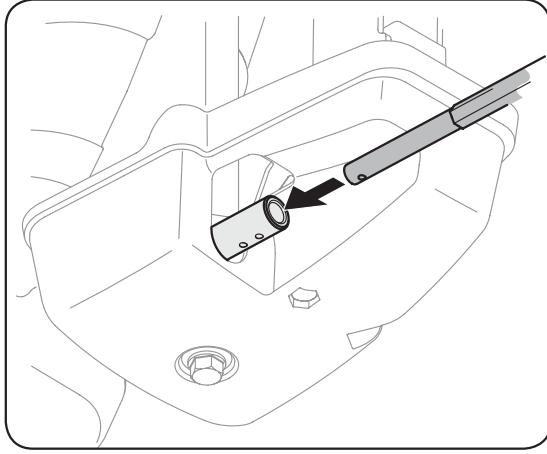

Figure 3-3
2. Insérez l'extrémité ronde de la tige hex. (trou se dirigeant vers le haut) au fond dans la commande de la goulotte. Voir la Figure 3-3.